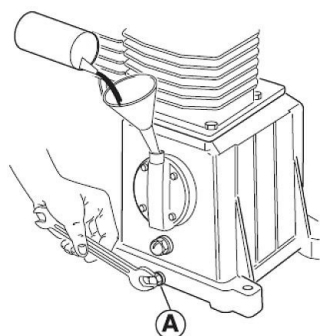

Fig. 16 : Vidange d'huile
Étape 2 : Retirez la vis de remplissage d'huile ou le bouchon ou la jauge d'huile, dévissez la vis de vidange d'huile (Pos. A, Fig. 16) et recueillez l'huile usagée dans un récipient correspondant.